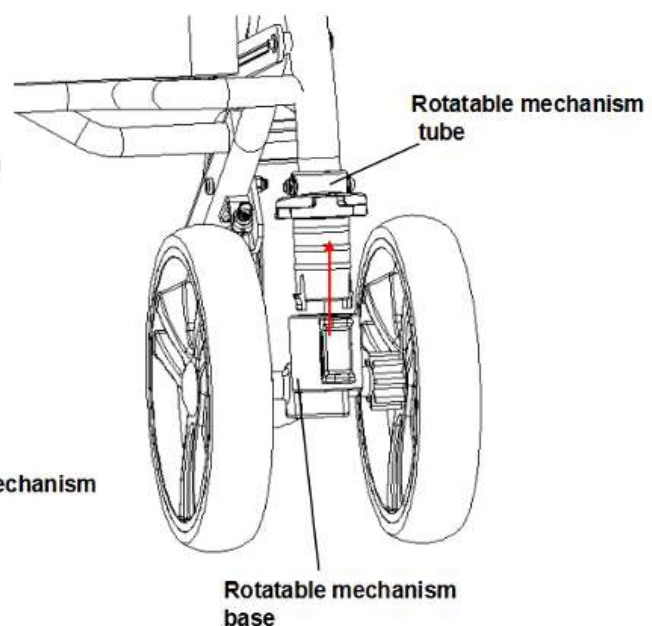

Figure 11
2. Um das Vorderrad zu entfernen, den Daumen und Zeigefinger verwenden, um auf die Einkerbung unterhalb des Rohres des Drehmechanismus zu drücken, und dieses nach innen zusammendrücken, bis es dünner ist als das Innenrohr der Basis des Drehmechanismus. Mit der anderen Hand die Basis des Drehmechanismus nach unten ziehen. Sobald die Basis vollständig vom Rohr getrennt ist, ist das Vorderrad entfernt (siehe Abbildung 11).